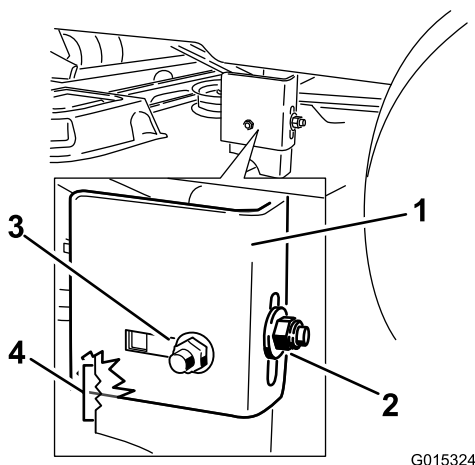

Figura 60
9. Allentate il dado di bloccaggio posteriore sul supporto di sospensione (Figura 60).
10. Allentate il dado di bloccaggio laterale sul supporto di sospensione appena a sufficienza per poter regolare la sospensione (Figura 60).
13. Fermate il piatto di taglio nella posizione regolata e serrate il dado di bloccaggio laterale sul supporto di sospensione per fissare la nuova posizione (Figura 60).